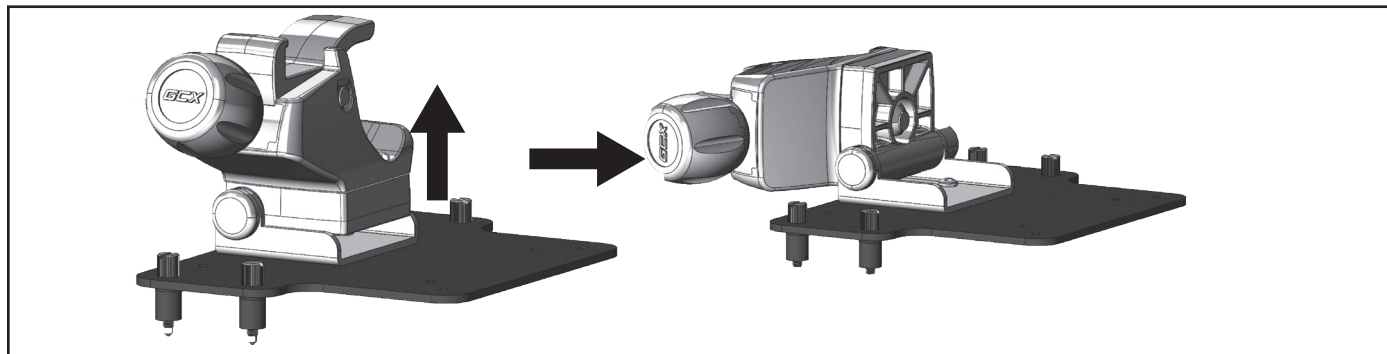

Afbeelding 16. Klem draaien
5. Draai het handvat van de klem (afbeelding 16) om de klem los te maken.